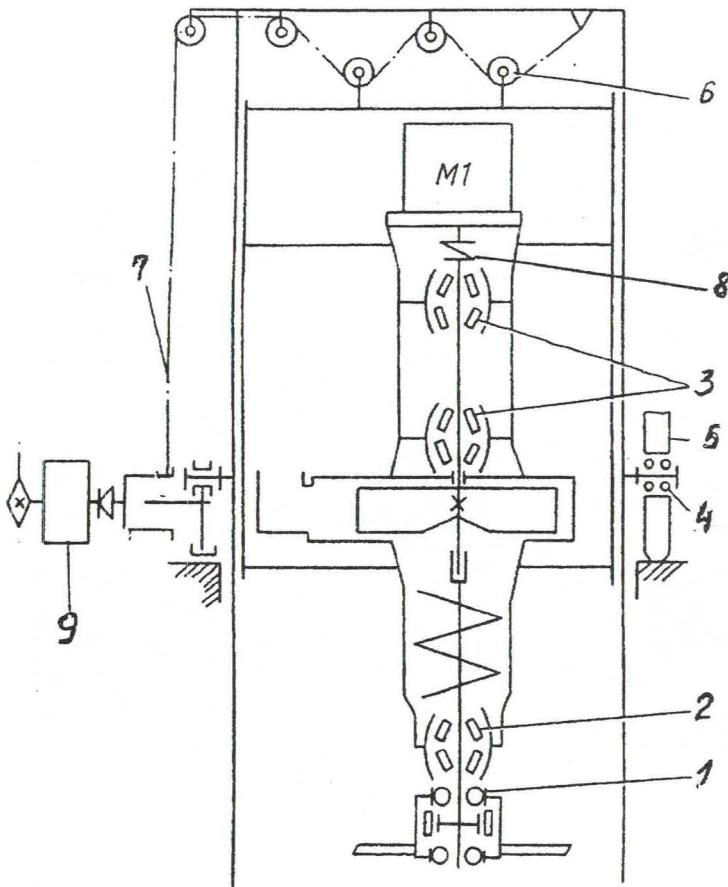

Рис. 6. Кинематическая схема и схема расположения подшипников
3.8.6. Смазочные работы выполняйте при техническом обслуживании (ТО-1), согласно норме и схеме смазки (см. рис.6 и табл.6).